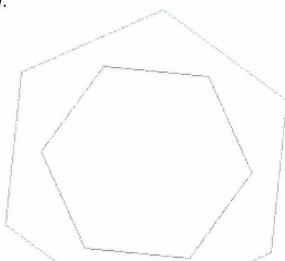

Fig. 04.48. Tegn toppen af objektet.
- Tegn toppen af objektet, eksempelvis som på Fig. 04.48.